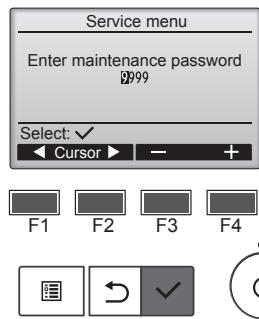

Fig. 6-3
- ① Выберите в Главном меню пункт "Service" (Сервисное обслуживание) и нажмите кнопку .
- ② После выбора Сервисного меню появится окно ввода пароля. (Fig. 6-3)